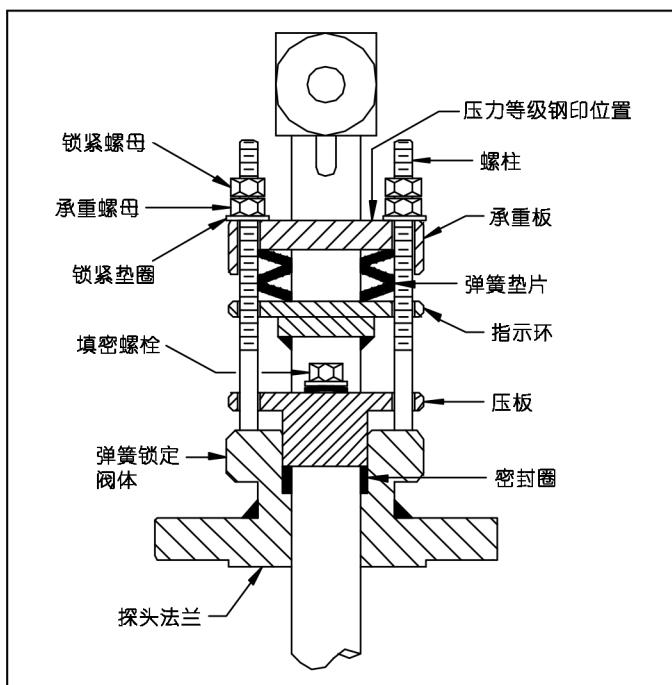

图 3：弹簧锁定装置剖面图
- 压板和填料环安装就位（厂家组装）后，将探头插入密封套（图 3）。轻轻将探头/垫片和安装法兰用螺栓固定在一起(用手拧紧)。插入组件，直至探头接触管道另一侧。调整探头方向，使仪表接头上标注着 "Flow" 方向的箭头与流体流向一致并与管道的轴线方向夹角在  $\pm 3^\circ$  内。焊接件的轮廓应与管道的轮廓相符。检查确保焊接件底部与管壁接触。